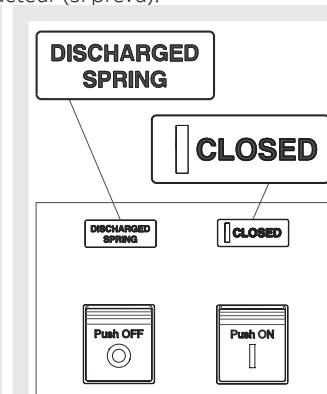

Figure 27
3. Disjoncteur fermé avec ressorts débandés (voir Figure 27).